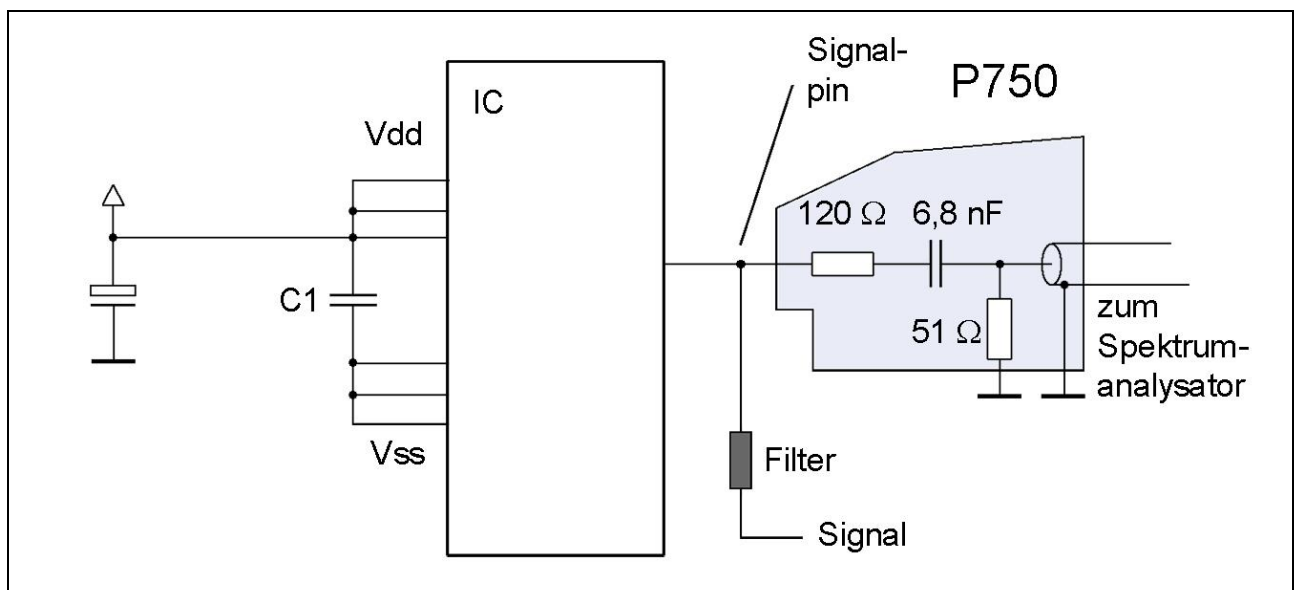

Bild 11: Probe P750, Spannungsmessung an einem unter Funktion stehenden Signalpin
4. Spannungsmessung (**P750**) an einem unter Funktion stehenden Signalpin, **Bild 11**